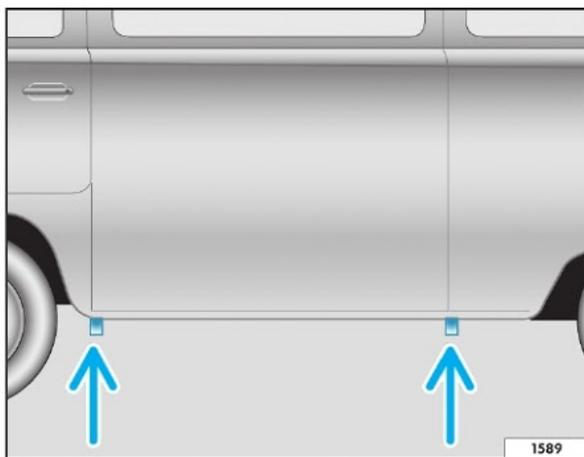

Fig. 81 Pontos de recepção do macaco
1. Localize e posicione o macaco no ponto de recepção ⇒ ⚠ mais próximo da roda que se pretende substituir ⇒ fig. 81.
O macaco só pode ser aplicado nos pontos de recepção indicados ⇒ fig. 81. Utilize sempre o ponto de recepção mais próximo da roda que se pretende substituir.